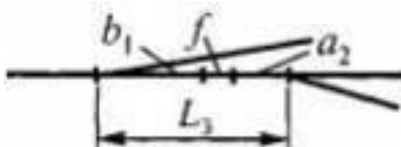

Рисунок 9.1 - Схемы взаимного расположения стрелочных переводов
**Задача 9.** Определить расстояние между центрами смежных стрелочных переводов марки 1/9 на прямо-отправочных путях в стесненных условиях (рисунок 9.1). Тип рельсов Р65.